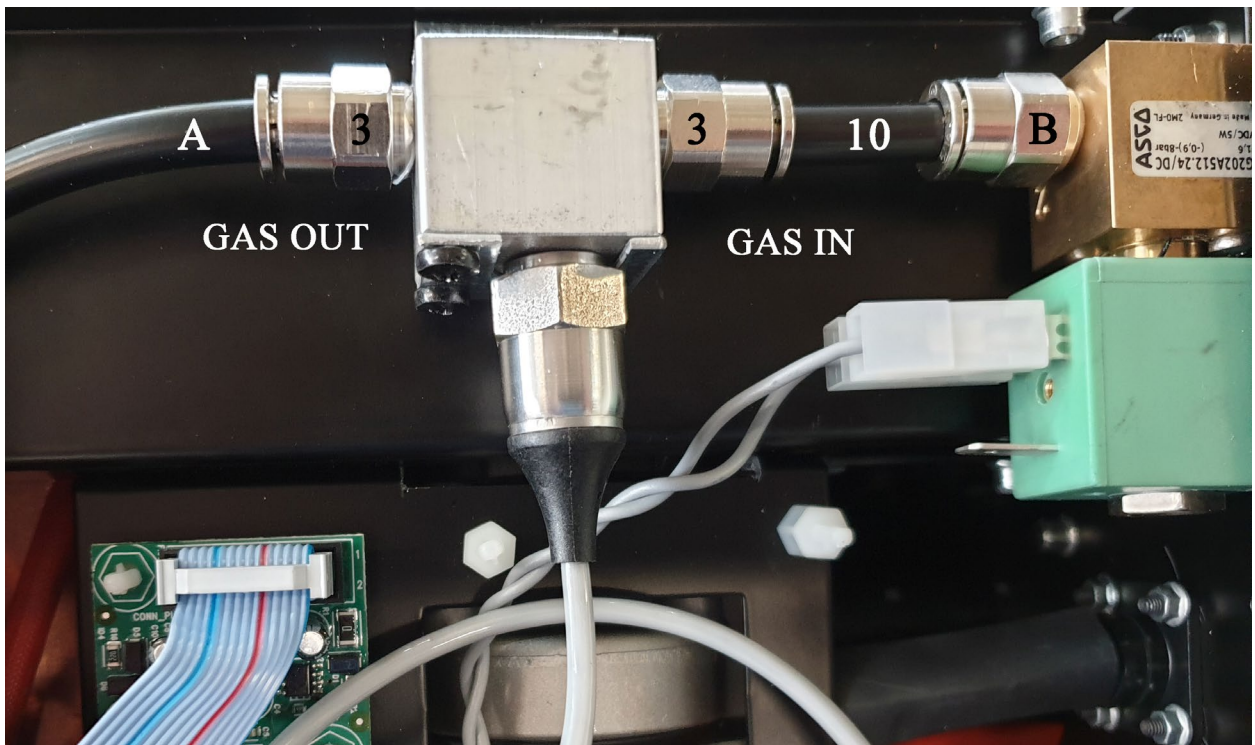

Fig. 4
- Connect one end of the rilsan pipe **10** to the fitting **3** still free (GAS IN) on the Sensor Unit, and the other end to the fitting **B** of the solenoid valve (fig. 4).
- Conectar el extremo del tubo del gas **A** al empalme **3** del Grupo Sensor premontado, teniendo cuidado de insertarlo en el empalme de "GAS OUT" (fig 4).
- Conectar un extremo del tubo de rilsan **10** al empalme **3** que ha quedado libre (GAS IN) en el Grupo Sensor, y el otro extremo al empalme **B** de la electroválvula (fig. 4).